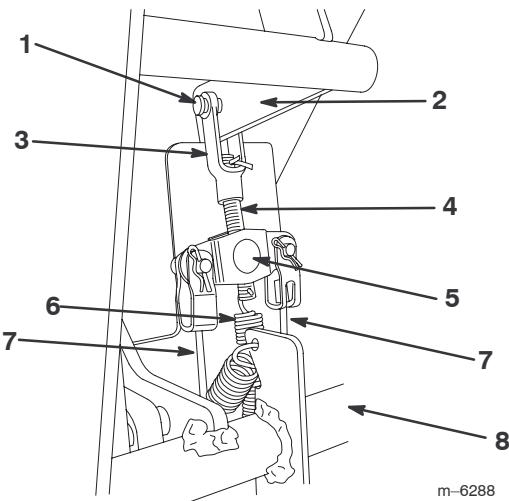

Bild 31
2. Treten Sie leicht auf das Bremspedal (44,5-67 N), bis Sie einen Widerstand spüren. Prüfen Sie den Abstand zwischen dem Bremspedal, wie in Bild 31 dargestellt, und dem Anschlag, um den Abstand zu ermitteln, um den der Bremsausgleich eingestellt werden muss.
3. Nehmen Sie den Stift ab, mit dem der Lastösenbolzen der Bremsstange befestigt ist (Bild 31).
4. Nehmen Sie die Feder vom Ende der Bremsstange ab (Bild 31).
6. Drehen Sie die Bremsstange in den Bremsausgleich ein oder heraus, um das Spiel von den Bremskabeln zu entfernen (Bild 31). Ziehen Sie die Kabel nicht zu fest an.
7. Setzen Sie die Feder in das Loch an der Bremsstange ein (Bild 31).
8. Verbinden Sie den Lastösenbolzen der Bremsstange mit dem vorher entfernten Lastösenbolzen und dem Splint an der Bremsstange (Bild 31).